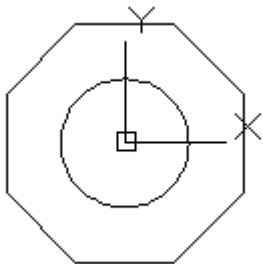
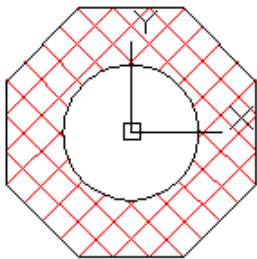

图 2-85 绘制图形
图 2-86 绘制剖面线
(10) AutoCAD 中的“边界”和“面域”命令有什么异同之处？
(11) 简述创建样条曲线的一般方法和步骤。
(12) 上机操作：以当前坐标原点为圆心，分别绘制一个圆和一个正八边形（具体尺寸由读者自己选定），如图 2-85 所示，然后在图形中绘制如图 2-86 所示的剖面线。